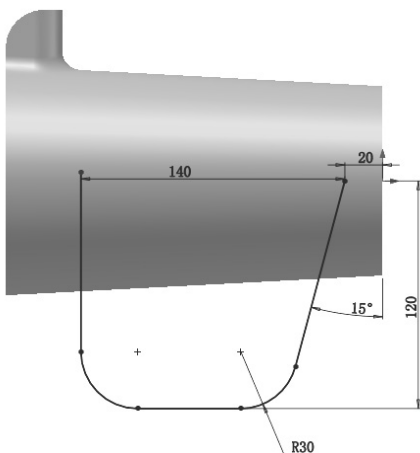

图 6-136 草图绘制尺寸
10) 绘制扫描路径。在左侧的 FeatureManager 设计树中用鼠标选择“右视基准面”作为绘制图形的基准面。单击“草图”控制面板中的（直线）按钮和（圆角）按钮，绘制图 6-136 所示的草图。